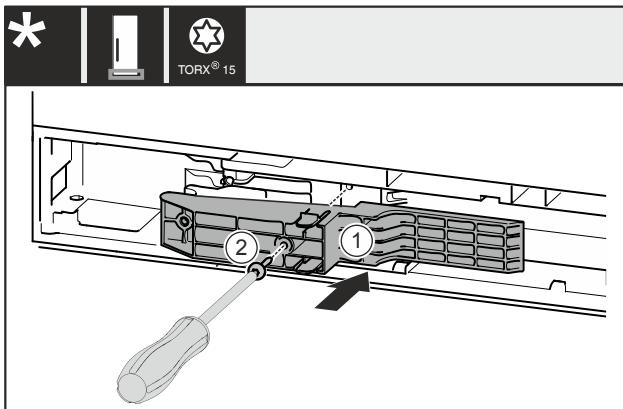

Fig. 45 \*
- Inserte la pieza adaptadora Fig. 45 (1) en el hueco del lado del tirador.\*
- Apriete el tornillo Fig. 45 (2) con el destornillador.\*